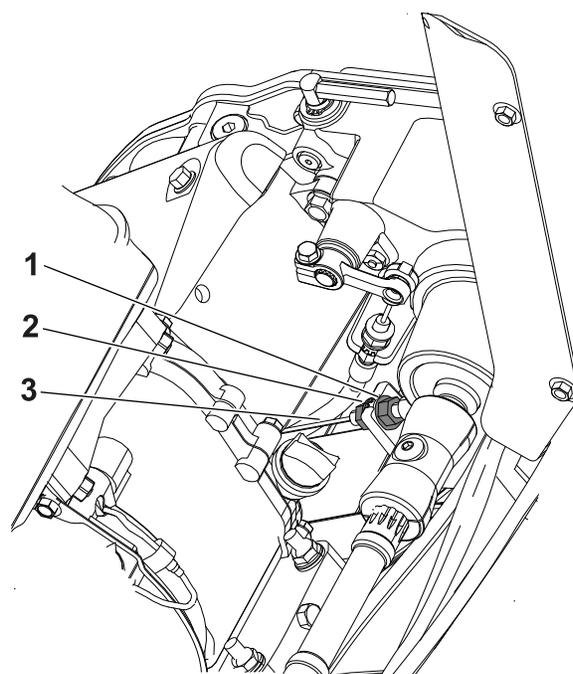

Figura 34
2. Allentate il controdado posteriore e stringete il controdado anteriore (Figura 34).